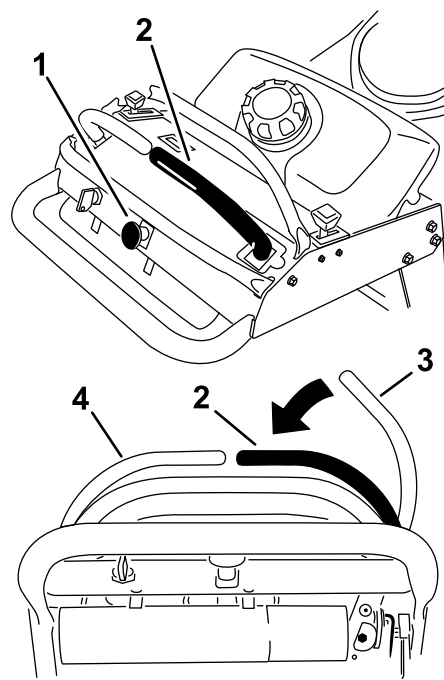

Figure 8
- Pour engager les lames du plateau de coupe, amenez le levier de commande de déplacement droit au centre, en position déverrouillée (Figure 8).